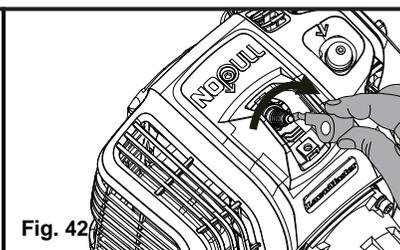

Fig. 42
- Réinstallez la bougie d'allumage nettoyée ou neuve en la tournant dans le sens des aiguilles d'une montre (Fig. 42).